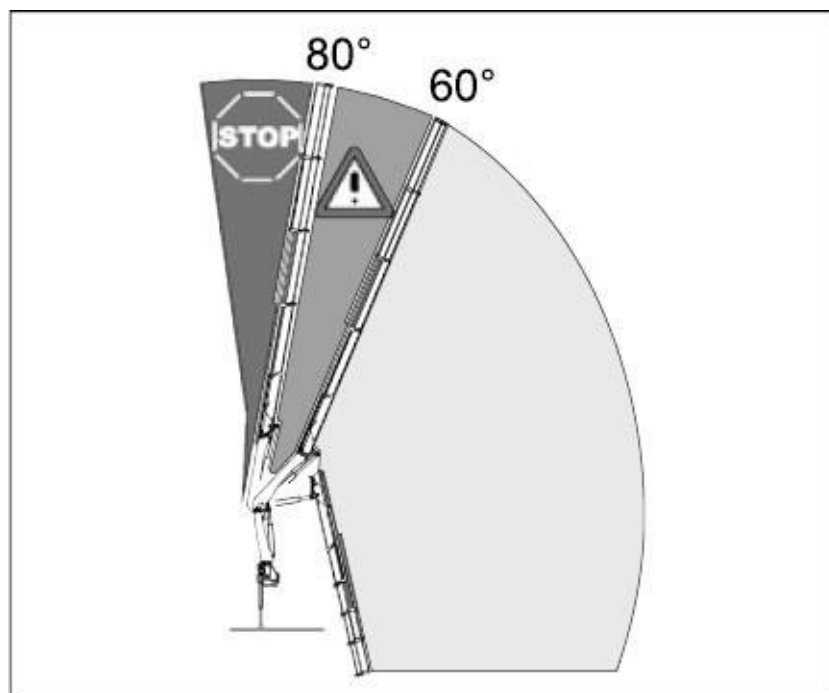

Figura 1. Operaciones de carga. Límites de posición del brazo de carga
- Cuando la posición del brazo de carga es mayor a 80º, si se sobreextiende el brazo articulado, el brazo de carga puede desviarse lateralmente o hacia atrás. Por ello es necesario conocer los diagramas de carga y los Manuales de uso de los fabricantes para verificar las posiciones peligrosas en cada equipo en particular. (Lo podemos apreciar en la figura 1). Según UNE-EN 12999:2009 si existen zonas de posible inestabilidad en posiciones específicas y la geometría de la máquina permite llegar a estas zonas, entonces se debe instalar un limitador de desplazamiento que impida su paso a dichas zonas, excepto si es necesario en los movimientos a posición de transporte.